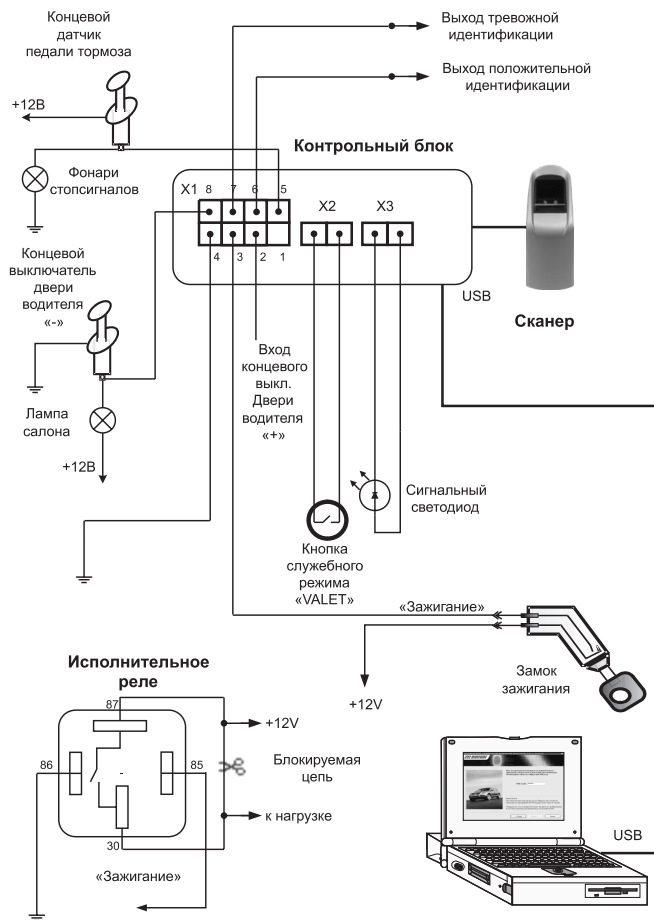

Рис. 1 Схема подключения БИОКОД® AUTO – 150
- Подключите провода разъема **X1** в следующем порядке (*схема подключения системы BIOCODE® AUTO – 150 показана на рис. 1*):